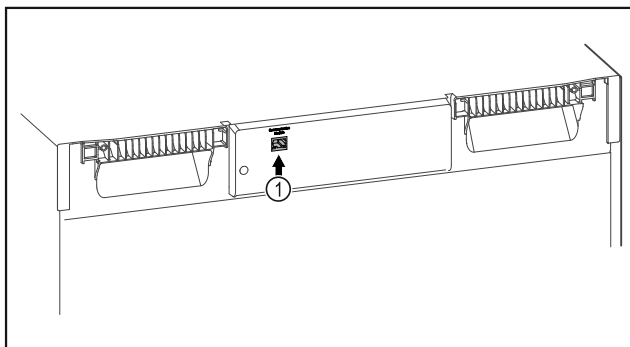

Fig. 70
- ☐ Je používán SmartModule Fig. 70 (1).